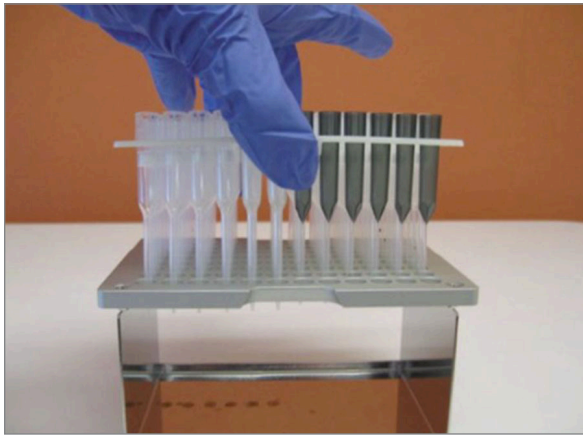

FIGURE 5.13 : Introduire les embouts et les poinçons d'aluminium dans le support d'embouts métallique
- b. Placer les embouts et les poinçons d'aluminium dans le support. Maintenir le portoir d'embouts en plastique par les languettes centrales, tenir le portoir d'embouts au-dessus du support métallique et abaisser lentement les embouts dans le support métallique. Il est utile de placer le support au niveau du regard pour aligner les embouts en plastique (FIGURE 5.13).